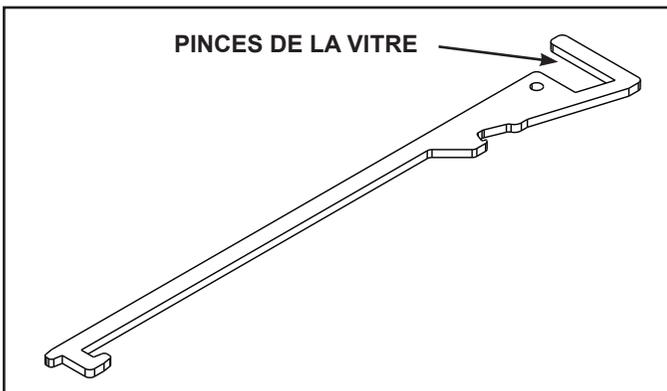

Figure 4.1 Outil multifonction
- Pour dégager l'assemblage de la vitre, utilisez l'outil multifonction fourni. Voir la figure 4.1. Tout en tenant l'assemblage de la vitre, tirez les deux verrous inférieurs à ressort vers l'avant et laissez-les se rétracter loin du panneau de verre. Inclinez la partie inférieure de l'assemblage de la vitre vers l'extérieur jusqu'à ce que les verrous du haut soient dégagés.